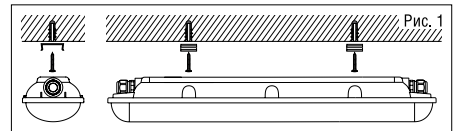

Рис. 1
- Для установки светильника накладным способом монтажа: наметьте место будущей установки светильника и просверлите отверстие, закрепите монтажные скобы, как показано на Рис.1, установите светильник.